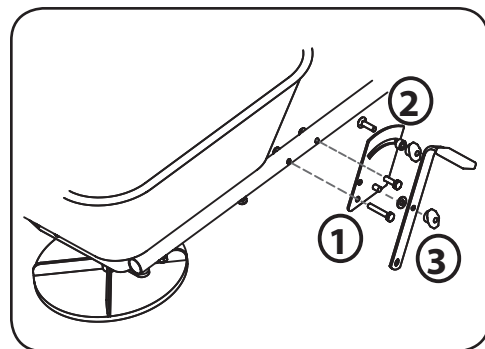

Figure 1-9
7. Installez la plaque de contrôle du débit sur le côté droit du châssis avec deux boulons M6 x 40 et deux écrous autobloquants. Voir Figure 1-9 (1).
8. Insérez le boulon de carrosserie dans la fente de la plaque de contrôle du débit, puis installez une entretoise en plastique et un écrou papillon pour créer une butée ajustable pour la poignée de commande. Voir Figure 1-9 (2).
9. Installez la poignée de commande sur la plaque de contrôle du débit avec une rondelle (placée entre la poignée de commande et la plaque de contrôle) et un écrou papillon. Voir Figure 1-9 (3).
- b. Desserrez, remplacez et resserrez l'écrou papillon de la butée réglable pour empêcher à la poignée de commande de se déplacer. Voir Figure 1-9 (2).